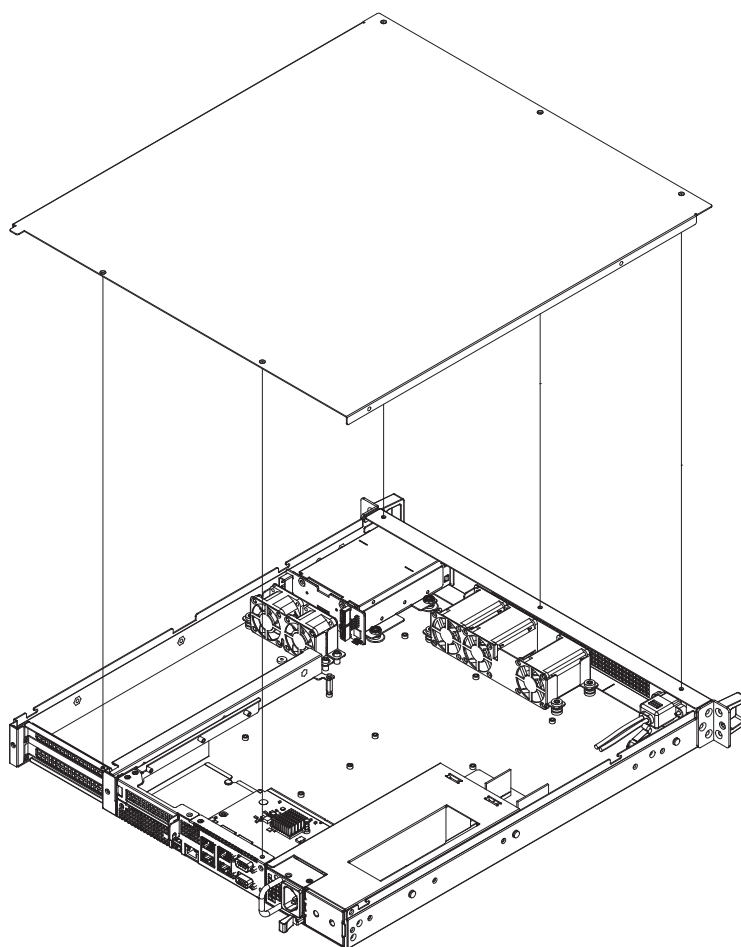

Figure 2.1 Removing the Cover/ 移除顶盖 / 移除上盖
2. Slide the top cover backwards and then lift it up (see Figure 2.1).
2. 将顶盖向后拉出然后向上抬起（如图 2.1 所示）。